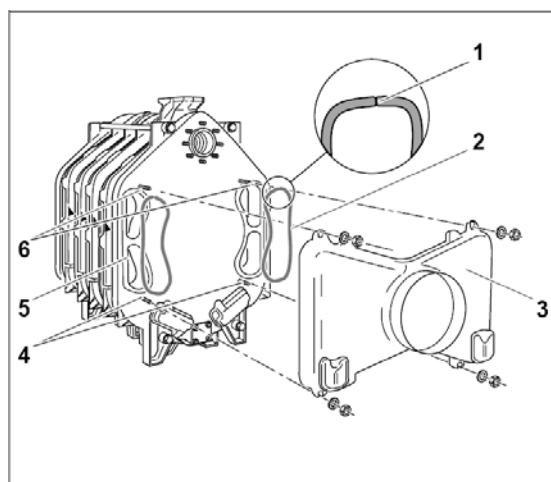

Fig. 26
Till tätning av förbindelserna mellan panna och rökbox (Fig. 26, **pos. 3**) används GP-tätningsgummi (glasfibergummi med silikonbeläggning) (Fig. 26, **pos. 2**).
- Fäst GP-tätningsgummit (ca 1500 mm långt) fast i spåret baksektionen (Fig. 26, **pos. 5**) med Silastik lim. Tätningsgummit ska läggas i, så samlingen i tätningsgummit ligger i det översta området av spåret (Fig. 26, **pos. 1**).
- Sätt rökboxen på de fyra pinnbultarna på den bakre sektionen (Fig. 26, **pos. 4 och 6**), och skruva på den med spännskivor och muttrar.